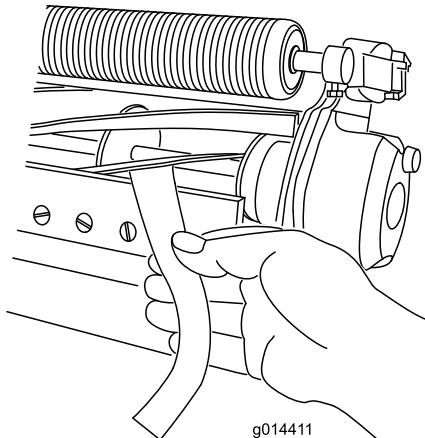

Figure 10
- B. Insérez une longue bande de papier de performance de coupe (réf. Toro 125-5610) entre le cylindre et la contre-lame, perpendiculairement à la contre-lame (Figure 10), puis tournez **lentement** le cylindre en avant ; il devrait couper le papier ; si ce n'est pas le cas, répétez les opérations A et B jusqu'à ce qu'il le coupe.
11. Insérez une longue bande de papier de performance de coupe (réf. Toro 125-5610) entre le cylindre et la contre-lame, perpendiculairement à la contre-lame (Figure 10), puis tournez **lentement** le cylindre en avant ; il devrait couper le papier ; si ce n'est pas le cas, tournez chaque vis de réglage de la barre d'appui de 1 cran dans le sens horaire et répétez cette opération jusqu'à ce le papier soit coupé.